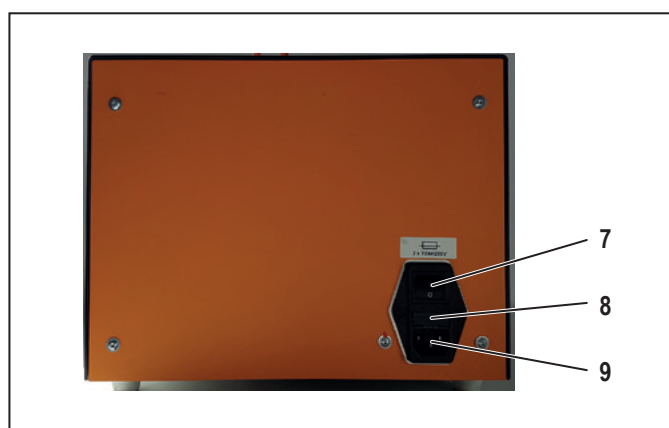

Figure 3.2 Vue arrière
- ▶ Raccorder le câble d'alimentation à la prise d'alimentation secteur (figure 3.2, 9) de la machine puis le brancher sur le secteur.
- ▶ Allumer le Crimpfix E à l'aide de l'interrupteur ON/OFF (figure 3.2, 7).